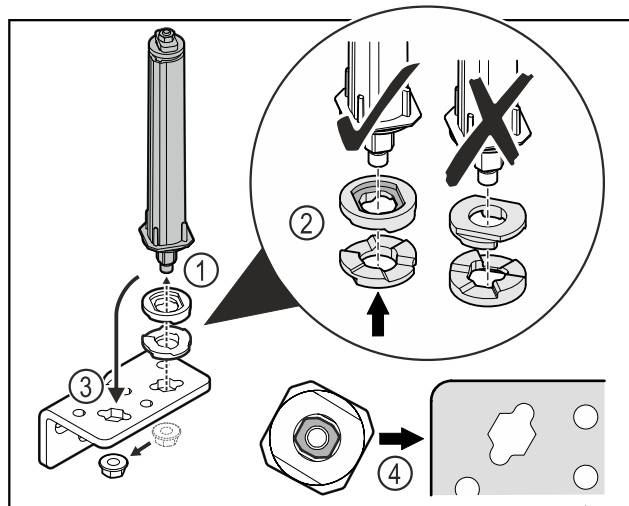

Fig. 51
- ▶ Odkręcić nakrętkę i wyjąć system blokujący drzwi Fig. 51 (1).
- ▶ Zwracać uwagę na prawidłowe ustawienie podkładek do regulacji wysokości Fig. 51 (2).
- ▶ Przełożyć system blokujący drzwi w zawiasie i zamocować nakrętką Fig. 51 (3).
- ▶ Przy wkładaniu zwracać uwagę na prawidłowe ustawienie systemu blokującego drzwi Fig. 51 (4).